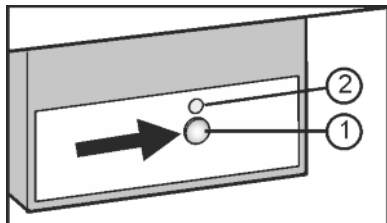

Fig. 18
- ▶ Paspauskite mygtuką „On/Off“ Fig. 18 (1), kad įsižiebtų atitinkamas šviesos diodas Fig. 18 (2).